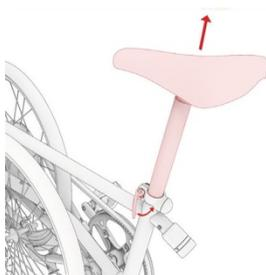

Fig. 1.5
- ⑥ Ouvrez le blocage rapide du collier de serrage de la tige de selle (Fig. 1.5). Tirez sur la tige de selle jusqu'à ce que l'extrémité inférieure ne dépasse plus du tube de selle et que vous ayez atteint la position assise souhaitée.